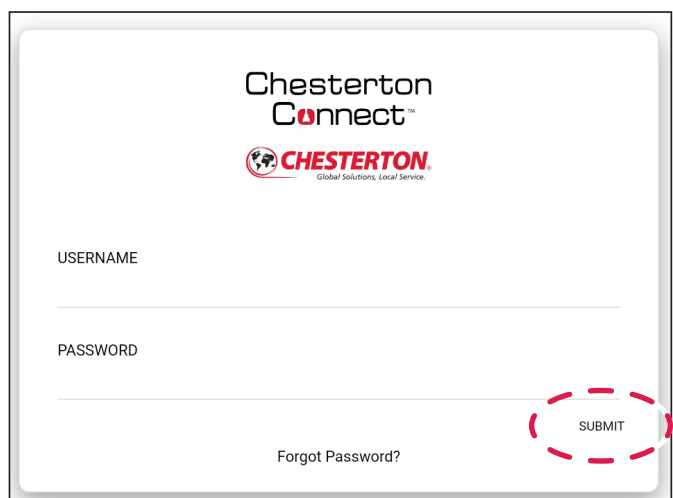

Abbildung 37
5. Wählen Sie **Senden** aus (siehe Abbildung 37).